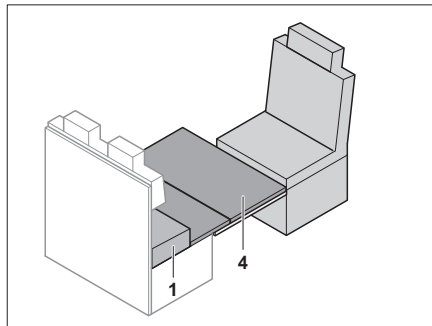

Bild 145 Notbettunterlage auflegen
- Notbettunterlage (Bild 145,4) auf den Tisch legen. Die vordere Kante der Notbettunterlage dabei direkt an den Fahrersitz anlegen.